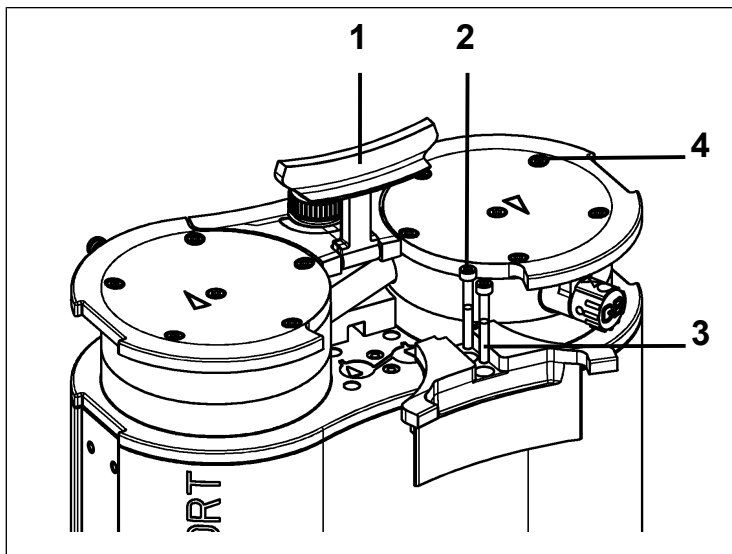

Fig.9: Smontaggio della copertura
1. Portare l'impugnatura (Fig. 9/1) in posizione verticale.
2. Allentare le viti (Fig. 9/2) della mascherina (Fig. 9/3).
3. Togliere la mascherina (Fig. 9/3).
4. Allentare le viti con testa (Fig. 9/4).
1. Contrassegnare la piastra di spinta (2), il coperchio della testa (3), la piastra intermedia (5) con un tratto di pennarello continuo. In tal modo si evita che i componenti vengano montati erroneamente in un secondo momento.
2. Allentare le viti esterne (Fig. 9/4) dalle teste delle pompe.